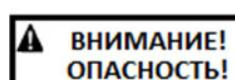

Рис. 24
Натяжение защиты (Рис. 24) всегда должно быть достаточным в процессе фугования, чтобы незадействованная в работе часть ножевого вала была закрыта, а также для того, чтобы защита возвращалась в исходное положение после прохождения заготовкой ножевого вала. Чтобы отрегулировать натяжение защиты, выполните следующие шаги:
1. Ослабьте ручку, показанную на Рис. 24, и поверните ее по часовой, чтобы увеличить натяжение защиты; или против часовой, чтобы его уменьшить.